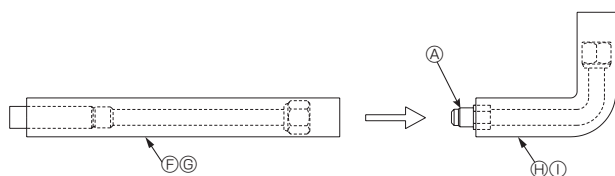
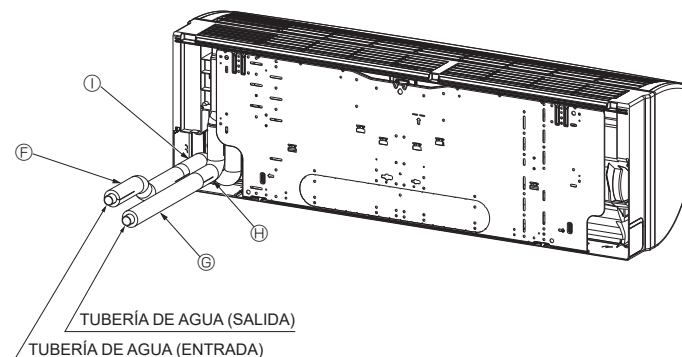
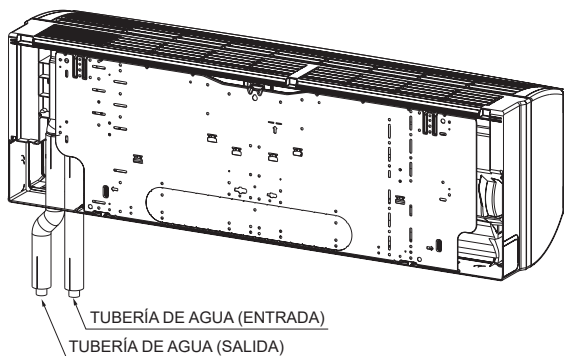

Fig. 3-7
Fig. 3-12
Fig. 3-14
3.3.2. Cómo instalar las tuberías de conexión ⑤ y ⑥ (de la Fig. 3-7 a la Fig. 3-14)
- (1) Para el sistema de tuberías posterior derecho, conecte la tubería ⑤ a la tubería ① y la tubería ⑥ a la tubería ②. (Fig. 3-7, Fig. 3-12)
- (7) Coloque los materiales de aislamiento ④ en las partes cortadas de las cubiertas de la tubería para aislarlas. (Fig. 3-12)